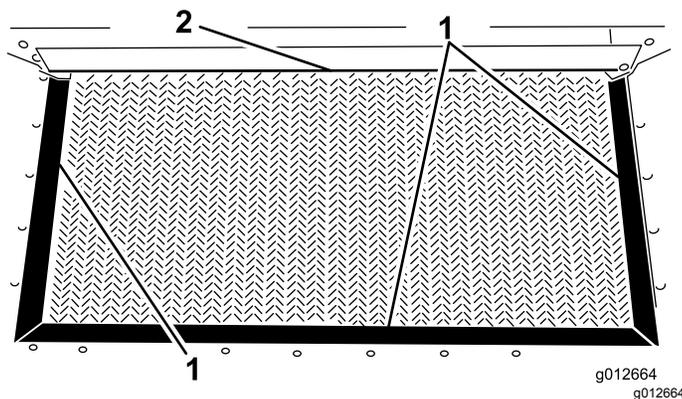

图22
3. 检查料斗密封件和放料门边缘是否磨损或损坏 图22。更换磨损或被损坏的组件保证新的输送带可正常使用。